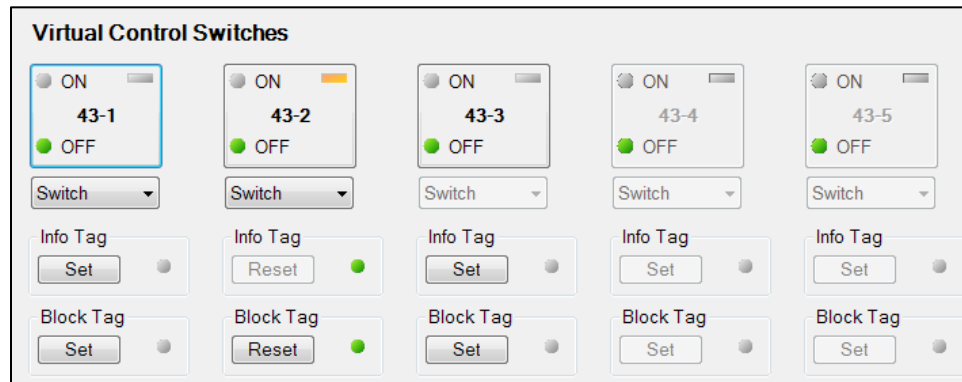

Figura 75-2. Pantalla de control Interruptores virtuales de BESTCOMSPi.us
Paso 4: Utilice el Explorador de mediciones de BESTCOMSPiPlus para abrir la rama del árbol Control, Interruptores virtuales (Figura 75-2). Al utilizar la función seleccionar antes de operar, realice los siguientes pasos para controlar un interruptor virtual.
Paso 3: Utilice el Explorador de mediciones de BESTCOMSP*Plus* para abrir la rama del árbol Control, Interruptores virtuales (Figura 75-2). Al utilizar la función seleccionar antes de operar, realice los siguientes pasos para controlar un interruptor virtual.